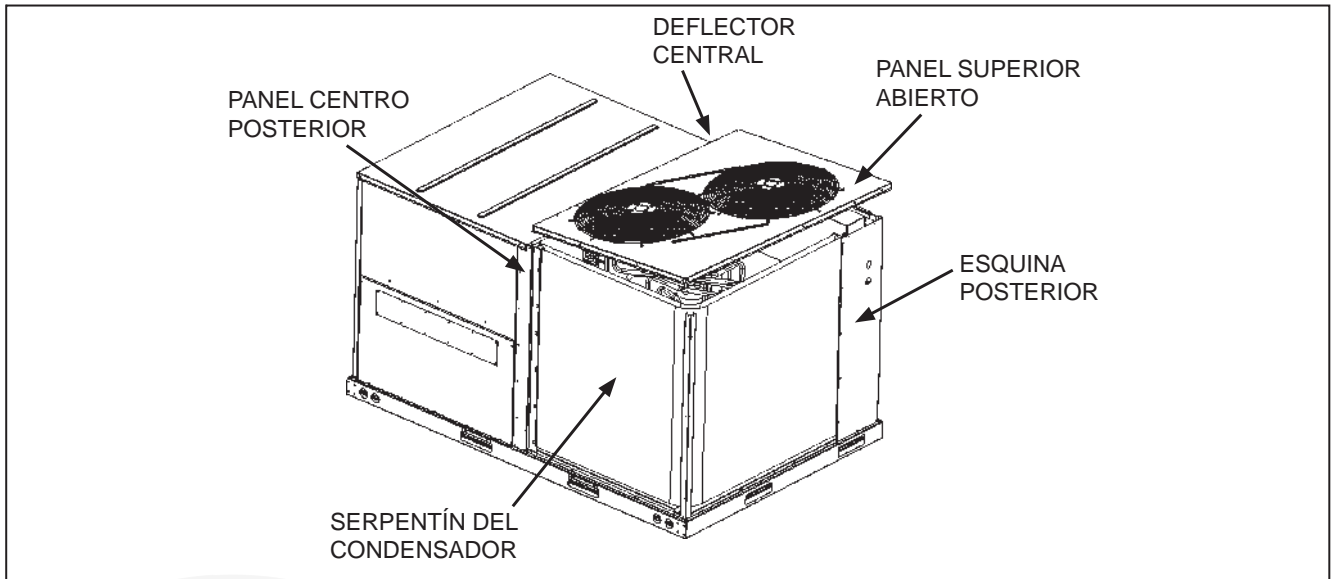

Fig. 17 - Retirar el panel superior hacia arriba
3. Retire el serpentín del condensador de la esquina posterior. Para mantener el panel de arriba abierto, ubique el serpentín de la esquina posterior entre el panel de arriba y el centro posterior. Vea la Fig. 17.